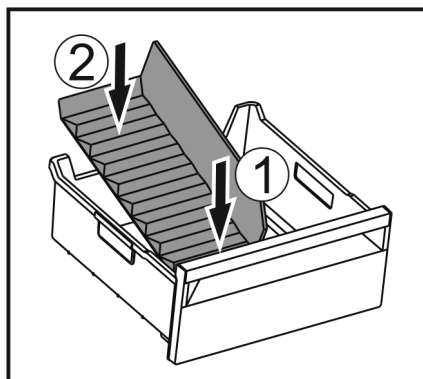

Fig. 35
- Vložte oddelovač najskôr vpred Fig. 35 (1).
- Spustite nadol zadnú časť Fig. 35 (2).